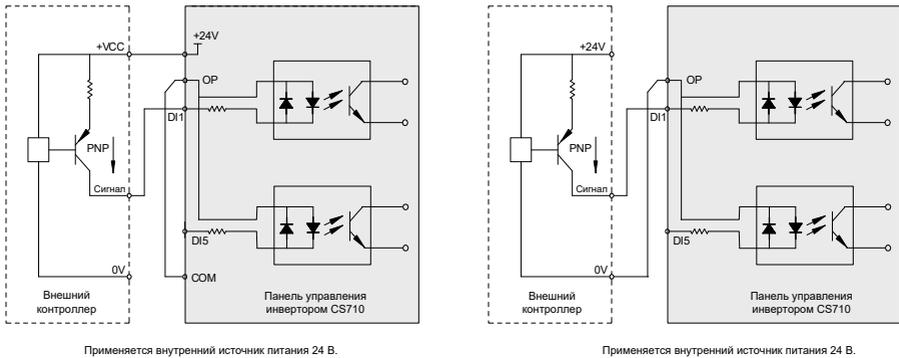

Рис. 3-64 Подключение в режиме ИСТОЧНИКА (SOURCE)
В режиме ПРИЕМНИКА (SINK) не подключать дискретные входы (DI) разных инверторов параллельно. В противном случае может возможна ошибка дискретного входа. При необходимости параллельного подключения группы инверторов подключить диод (соединив анод с дискретным входом (DI)) последовательно на дискретных входах (DI), как показано на рис. 3-64. Характеристики диода должны соответствовать следующим требованиям: